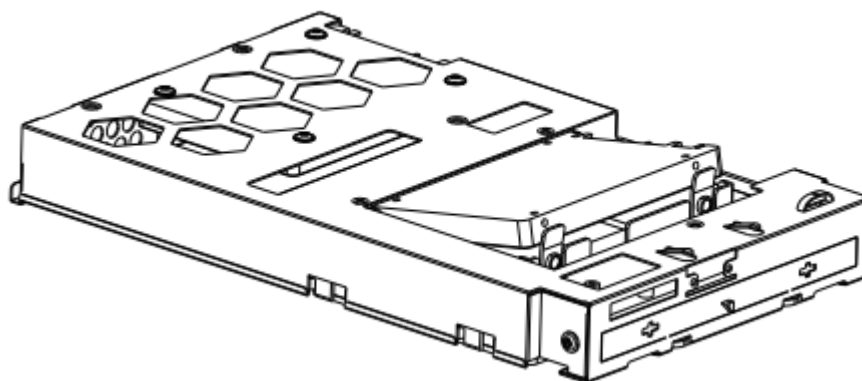

Рисунок 11 - Монтаж твердотельного накопителя SATA типоразмера 2,5”
1. Установите твердотельный накопитель SATA №1 в держатель для твердотельных накопителей (Рисунок 11)